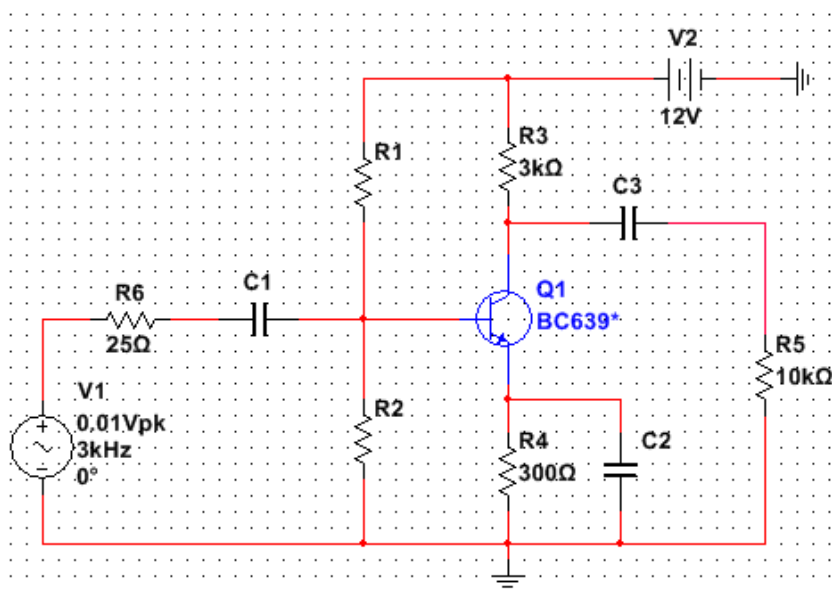

Рис. 4.3. Схема усилительного каскада ОЭ
4.5. Рассчитать типовой резистивно-емкостной усилительный каскад (рис. 4.3), работающий в режиме усиления A , при $E_k = 12\text{ В}$, $R_k = 3\text{ кОм}$, $R_s = 300\text{ Ом}$, $R_n = 10\text{ кОм}$, $f_{\text{нгр}} = 500\text{ Гц}$, $f_{\text{вгр}} = 50\text{ кГц}$.
4.6. Собрать схему усилительного каскада с ОЭ (рис. 4.3).